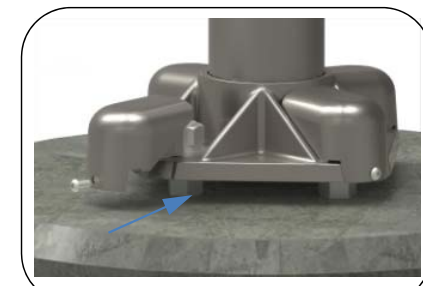

Fig. 6: Instalación de tapa tuercas
8. Coloque el tapa tuercas como se indica en la Fig. 6.